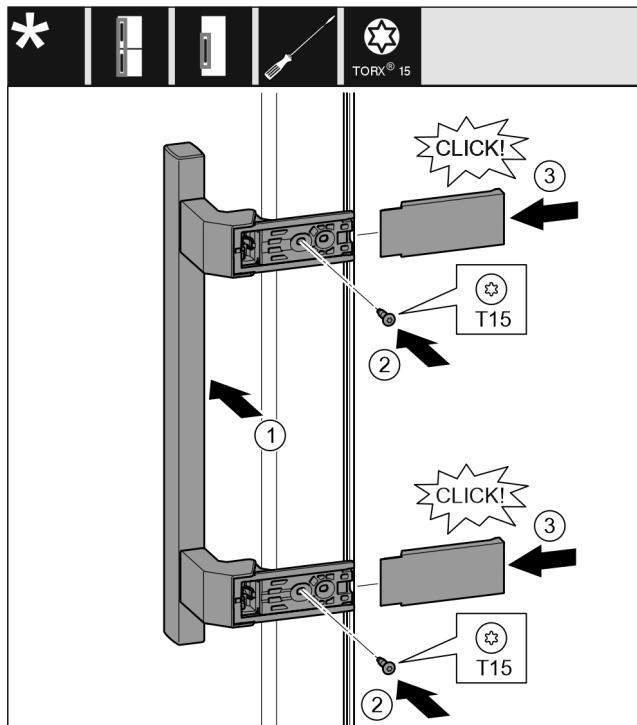

Fig. 21
- Поставете дръжката от другата страна. Fig. 21 (1)
- Затегнете винтовете с отвертка T15. Fig. 21 (2)
- Поставете отстрани капациите и ги нахлузете. Fig. 21 (3)